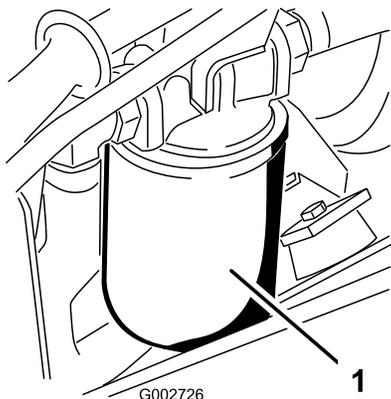

Figure 46
4. Placez un bac de vidange sous le filtre hydraulique situé du côté gauche de la machine (Figure 46).
7. Installez le filtre hydraulique (Figure 46) neuf en le vissant à la main jusqu'à ce que le joint touche la tête du filtre, puis serrez-le encore de  $\frac{3}{4}$  de tour.